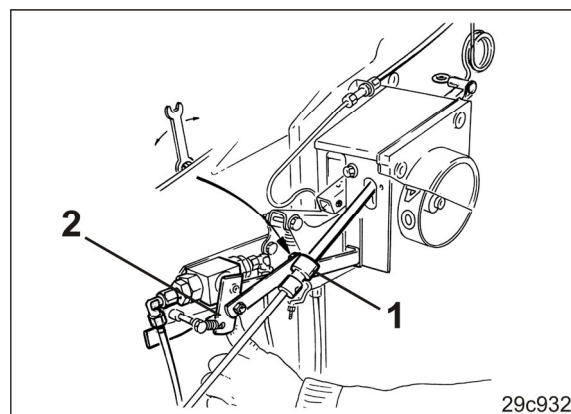

Fig. 233
2. Eliberați inelul de fixare (Fig. 233/1).
3. Apăsați maneta supapei de comandă (Fig. 233/1) spre înapoi.